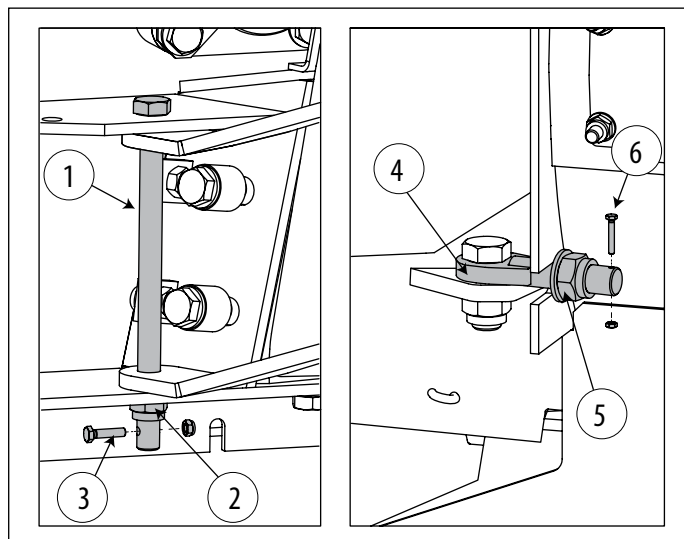

Fig. 3 Montering av matetrakt
1. Monter materenheten på venstre side av flishoggeren med en M16x240 låseskrue (1) og en M16 låsemutter (2). Sett en M6x25 skrue (3) inn i hullet på låseskruen og trekk til. Sving materenheten inn. Sett inn låseskruen (4) i sporet på flishoggeren og trekk til med en M20 låsemutter M5. Sett en M6x25 skrue (6) inn i hullet på låseskruen og trekk til. Se fig 3.